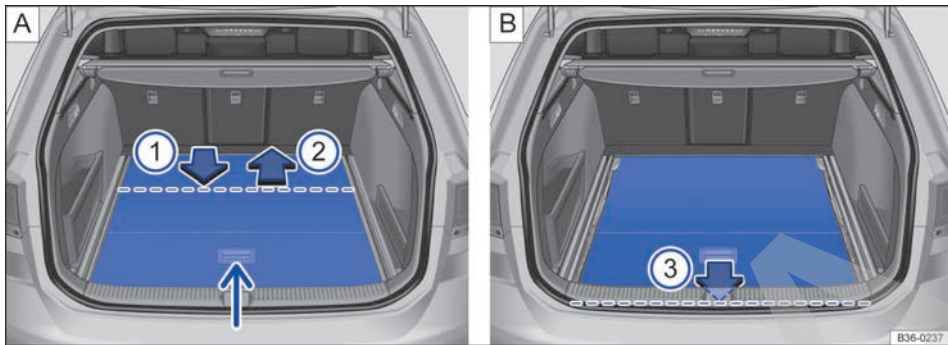

Fig. 234 En el maletero: colocar el piso del maletero en una posición más baja.
- Levante el piso del maletero por el asidero → fig. 234 A (flecha pequeña) e inclínalo.
- Tire del piso en el sentido de la flecha → fig. 234 A ① por encima del umbral de carga hasta aprox. la línea de rayas. Al hacerlo, la parte delantera del piso del maletero deberá inclinarse hacia abajo.
- Desplace el piso en el sentido de la flecha → fig. 234 A ② hasta el tope. El piso se encuentra ahora en la posición más baja.
- Tire del piso en el sentido de la flecha → fig. 234 B ③ hasta topar con el umbral de carga.